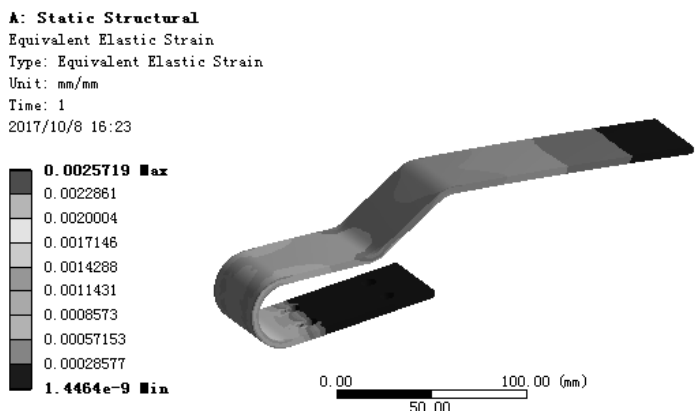

图 8.6.18 应变结果图解
(4) 查看应变结果图解。在“Outline”窗口中选中 **Equivalent Elastic Strain**，查看图 8.6.18 所示的应变结果，其最小应变为 1.4464×10^{-9} mm/mm，其最大应变为 0.0025719 mm/mm。